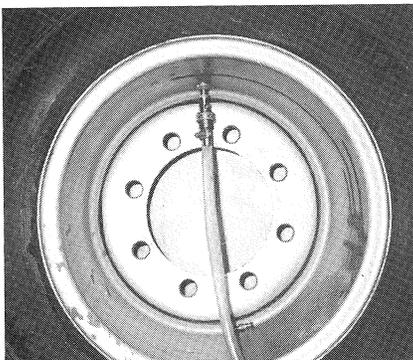

FIG. 54
- 4-Placer le récipient contenant la solution à un niveau plus haut que le pneumatique pour un remplissage sous charge fig. 54.
- 5-De temps à autre ouvrir le clapet de purge d'air se trouvant sur le robinet de remplissage fig. 54.